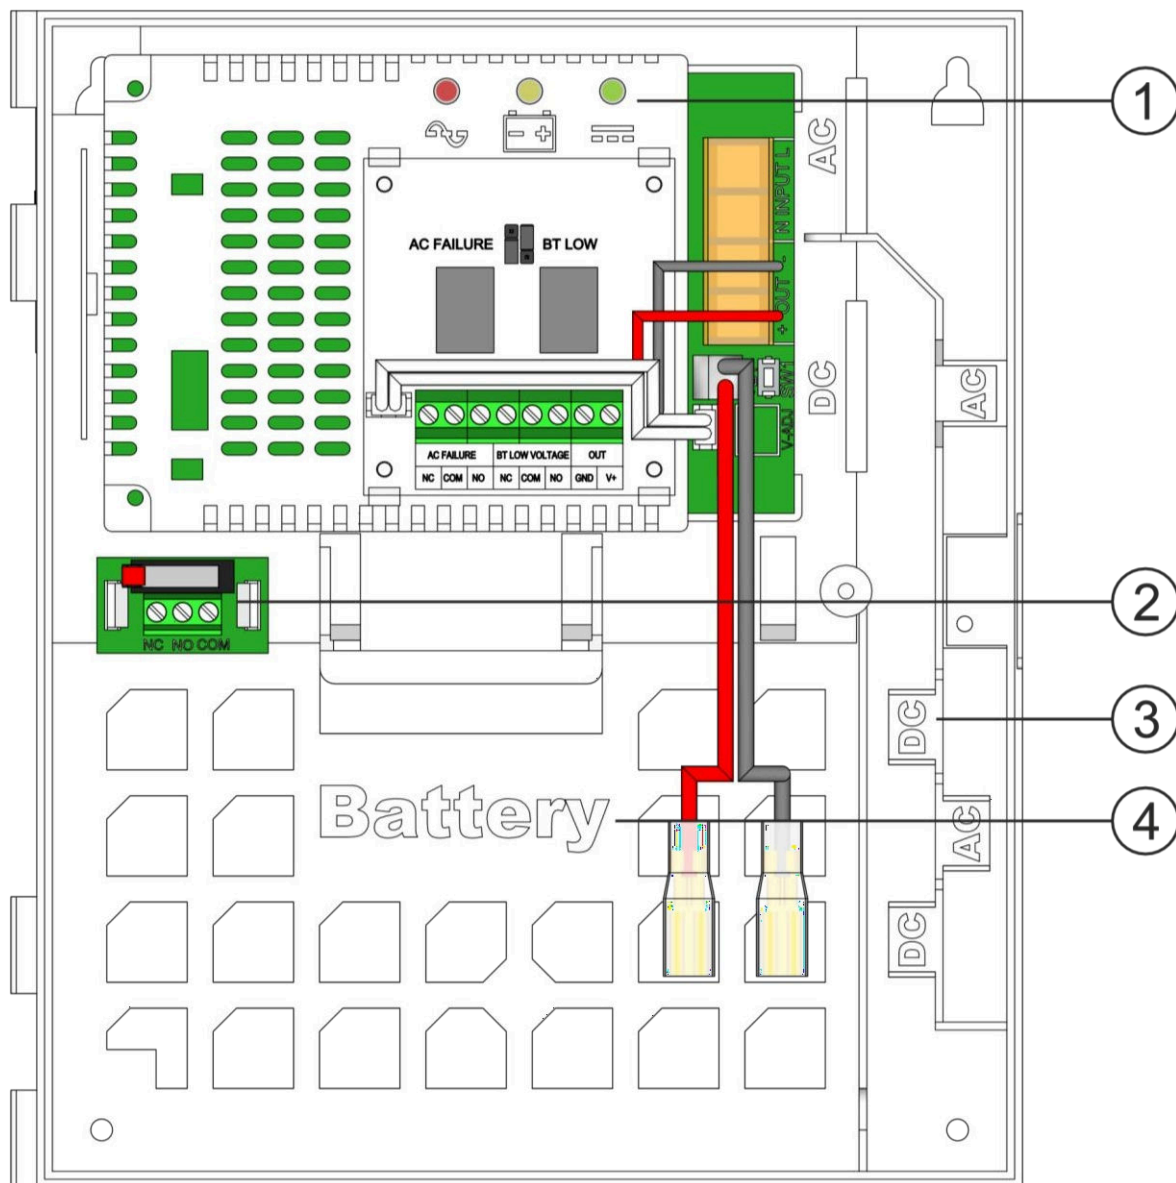

Abb. 3. Ansicht des Netzteils.
Tabelle 2. Ansicht des Netzteils (siehe Abb. 3).
4. Legen Sie die Batterie in das Batteriefach des Gehäuses ein (Abb. 3).